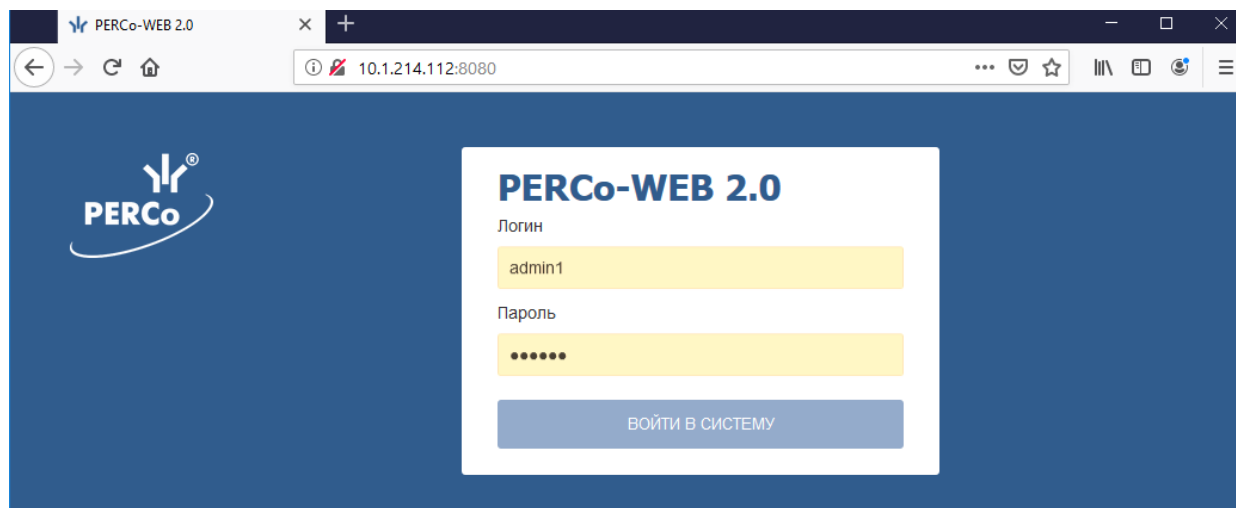

Рисунок 12. Окно входа во встроенную СКУД «PERCo-Web»
- При подключении контроллера через РоЕ-сплиттер (см. рис. 12 в Приложении 1) рекомендуется использовать только электромеханические замки, поэтому необходимо использовать именно диод искрозащиты типа 1N5819. Использование супрессора в этом случае **ЗАПРЕЩЕНО!**